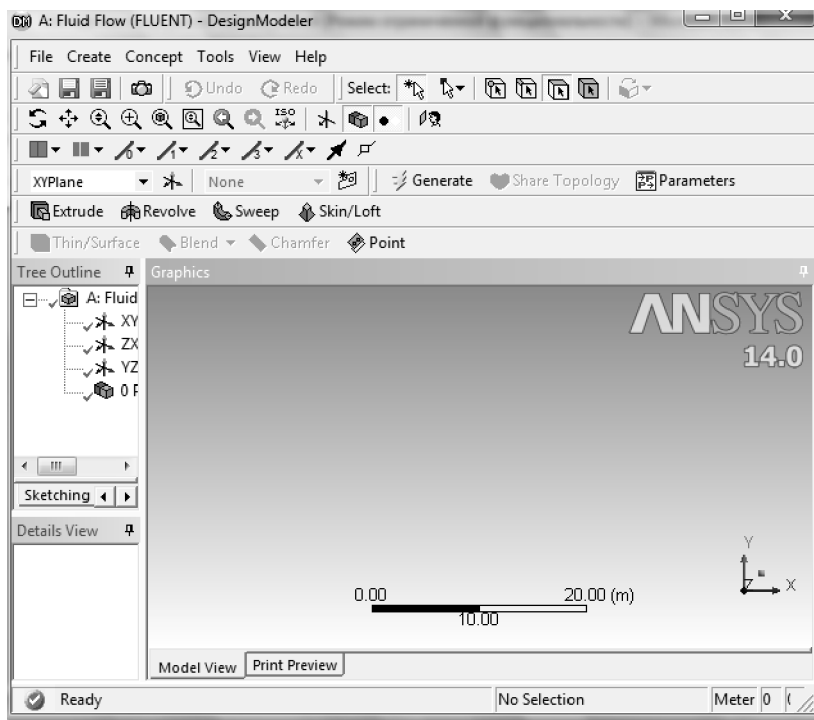
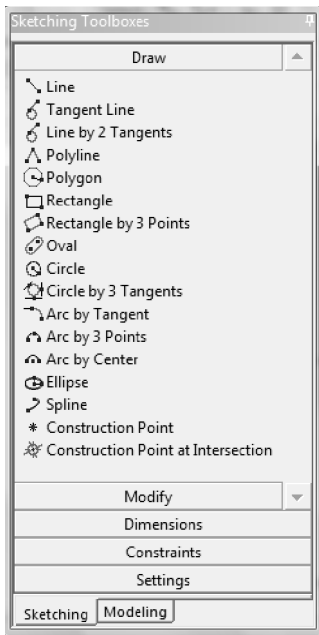

Рис. 3.7
Рис. 3.8
1) В панели Graphics в нижнем правом углу кликните левой кнопкой мыши по оси +Z. После этого плоскость XY совпадет с плоскостью экрана. (Ось +Z будет смотреть на вас), рис. 3.7.
2) Эскиз будем создавать в плоскости XY. Для этого на панели Tree Outline кликните по XYPlane (рис. 3.7). В левом нижнем углу панели Tree Outline выберите закладку Sketching. Вместо панели Tree Outline появится панель Sketching Toolboxes – панель инструментальных средств для построения эскиза, рис. 3.8. По умолчанию открывается набор инструментов Draw.